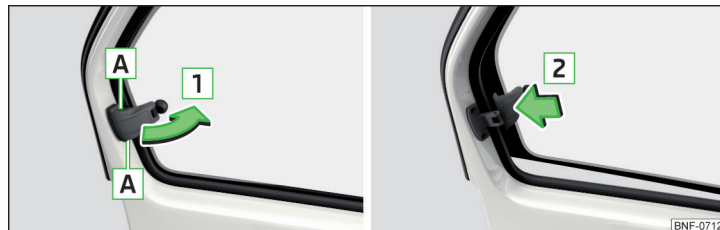

Fig. 35 Ruder bagi: Åbning / Lukning
- Tag fat i låseanordningen i udskæringen **A** for at **åbne** » Fig. 35.